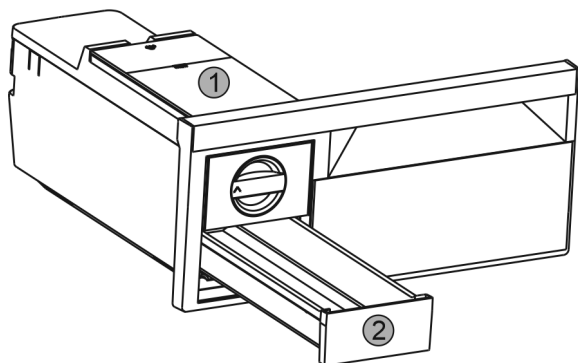

Fig. 36
- Enlever le réservoir d'eau Fig. 36 (1) et le tiroir à glaçons Fig. 36 (2).